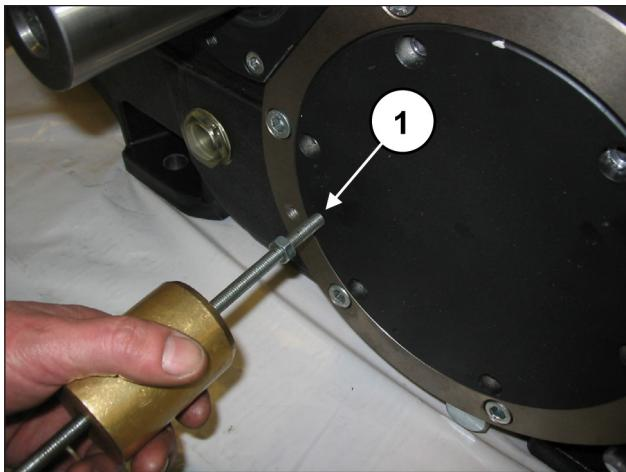

Fig. 11
Pour faciliter le démontage, utiliser 2 goujons ou vis M8 (rep. ①, Fig. 11) faisant office d'extracteurs.